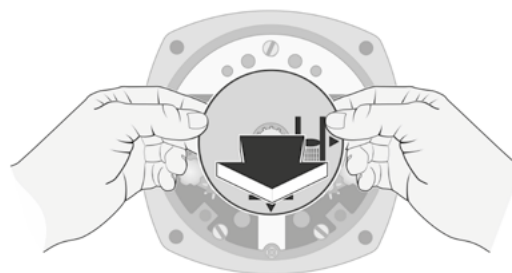

Fig. 2: Trekk av stillingsindikatoren
2. Trekk av stillingsindikatoren med begge hender (fig. 2).